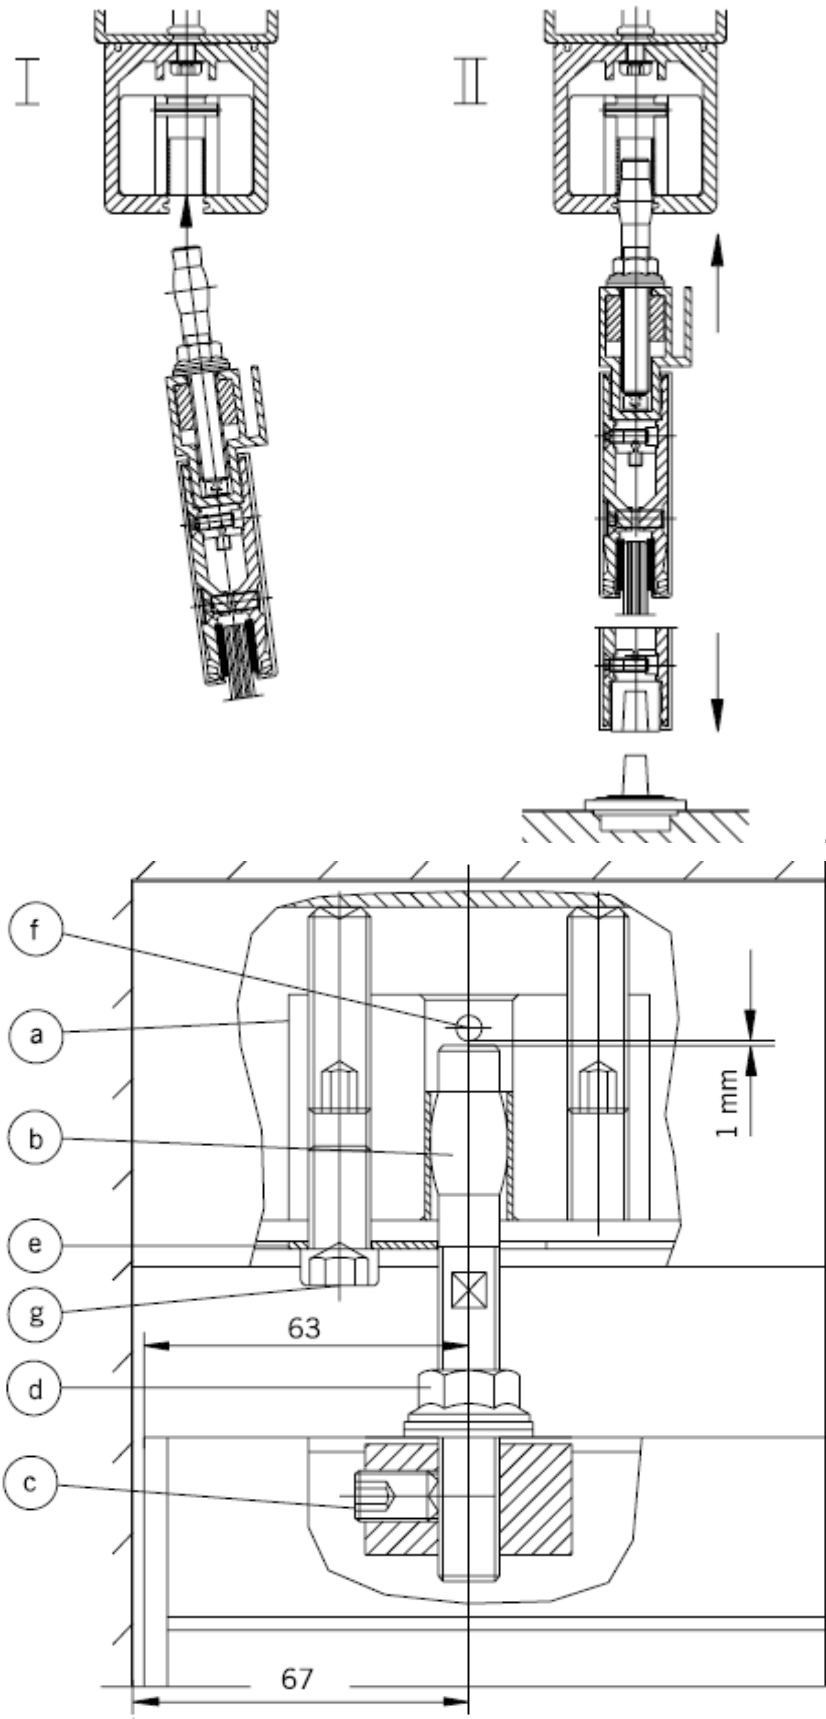

Fig. 5
5. Установка крайней панели (Рис. 5):